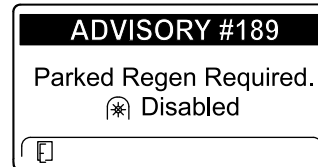

Bild 20
- Wenn Sie eine geparkte Regenerierung nicht innerhalb von zwei Stunden durchführen, wird im InfoCenter „Parked regeneration required – power takeoff disabled ADVISORY #189“ angezeigt (Bild 20).